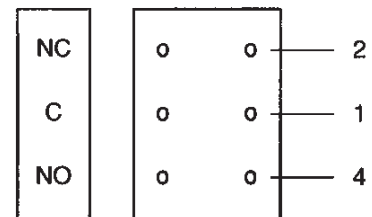

Fig. 3
- 1 inverseur - Câblage conforme à la figure 3.